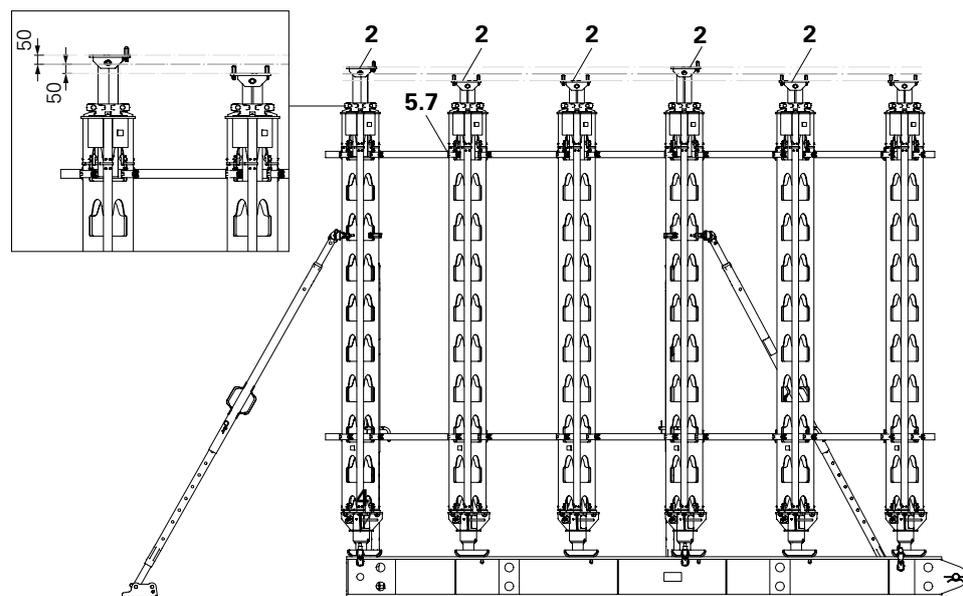

Fig. A3.04
1. Dévisser le vérin de tête (2) des étais intermédiaires à env. 50 mm en-dessous de la dimensions de consigne.
2. Poser les étais HD sur la poutre inférieure (4). Centrer à l'aide des vis de centrage ou en mesurant.
3. Relier les tubes de contreventement et les étais à l'aide de deux colliers normaux (5.7) chacun. (Fig. A3.04)